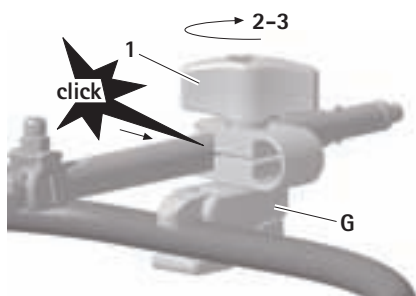

Рис. 7
- Установить соединительный стержень В либо соединительный элемент с быстросъемной фиксацией А в захват фиксационной скобы G и переместить в желаемое положение, см. Рис. 7.